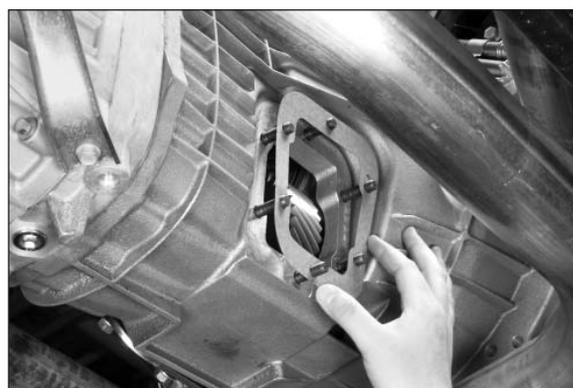

Fig. 5
6. Collocare il corretto numero di guarnizioni sui prigionieri (**fig. 5**). Non usare Permatex tra le guarnizioni poiché potrebbe essere necessario aggiungere o togliere guarnizioni per ottenere il gioco corretto.